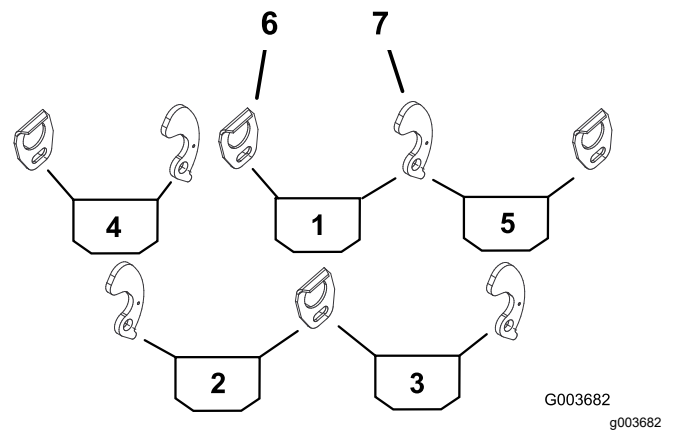

Figure 1
- Reportez-vous à la Figure 1 pour déterminer l'emplacement de montage des guides ou des supports de bac sur les bâtis porteurs des plateaux de coupe.
- Montez un guide de bac du côté approprié du bâti porteur de chaque plateau de coupe (Figure 1) au moyen d'un boulon (5/16 x 1/2 po) et d'une rondelle plate (3/8 x 7/8 po).